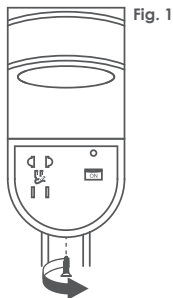

Fig. 1
1. Rimuovere la vite situata nella parte inferiore del supporto come mostrato in Fig. 1, quindi rimuovere il coperchio.